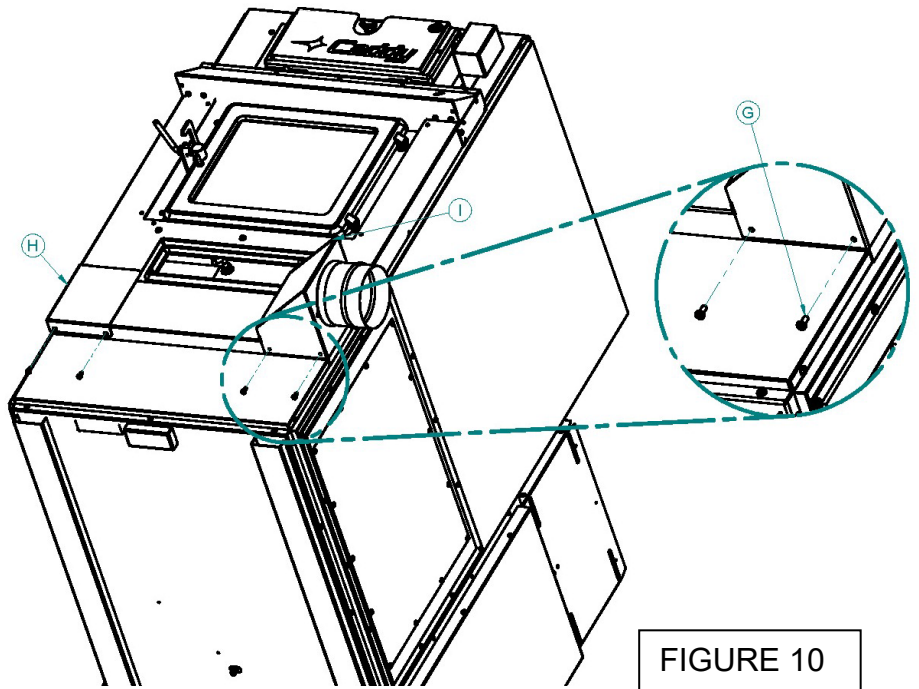

FIGURE 10
Étape 10 : Sécurisez le bouchon d'entrée d'air frais (H) et le boîtier d'entrée d'air frais (I) sur le bas de l'adaptateur d'entrée d'air frais à l'aide de deux vis (G) fournies, tel qu'illustré à la figure 10.